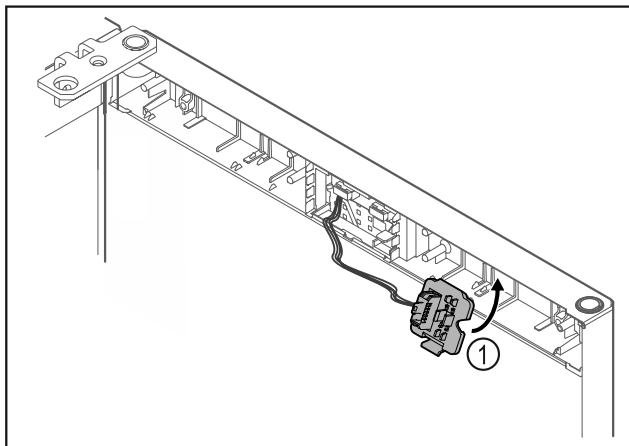

Fig. 22
- ▶ Зафіксувати кріплення штекера Fig. 22 (1) на протилежній стороні.